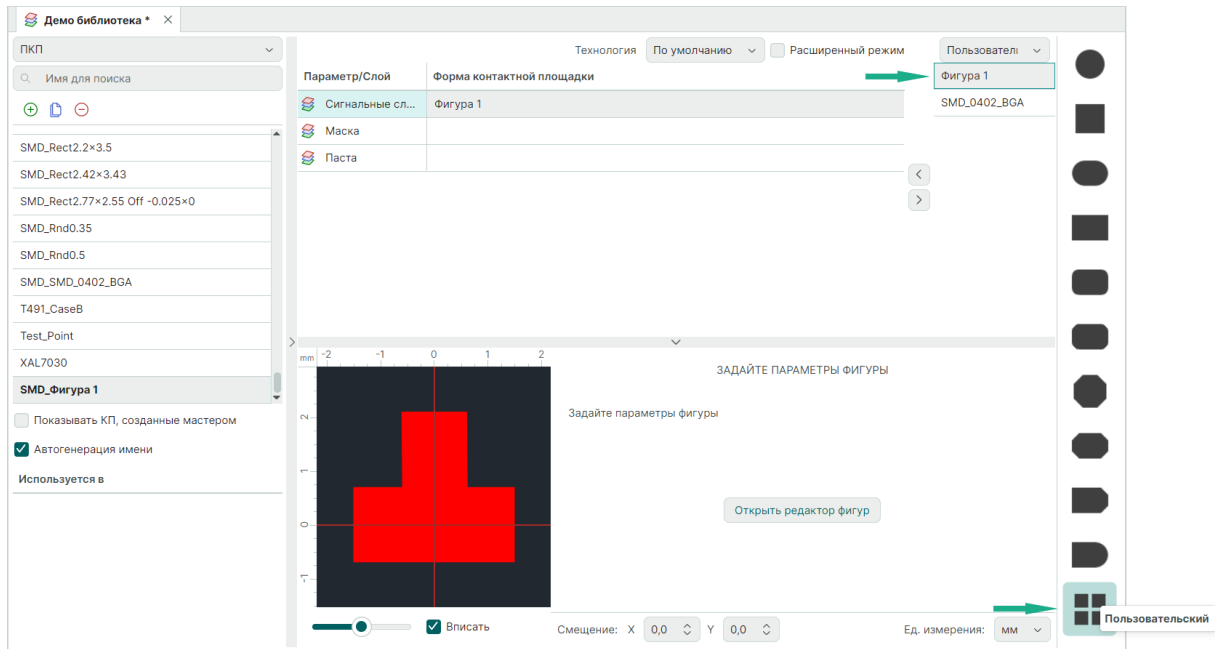

Рис. 54 Фигура произвольной формы в списке фигур
10. Новая форма отображается в списке пользовательских фигур, доступных для использования, см. Рис. 54.